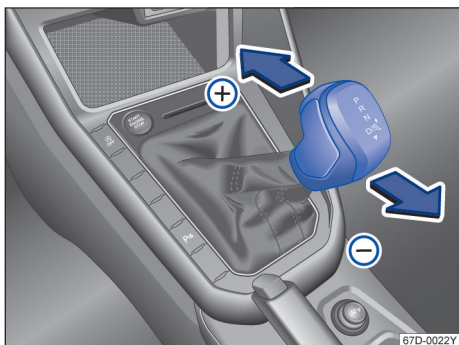

图 94 换挡杆在 Tiptronic 手动电控换挡程序位置上
- 向前 **+** 或向后 **-** 短促按压换挡杆，即可换高档或降挡→图 94。